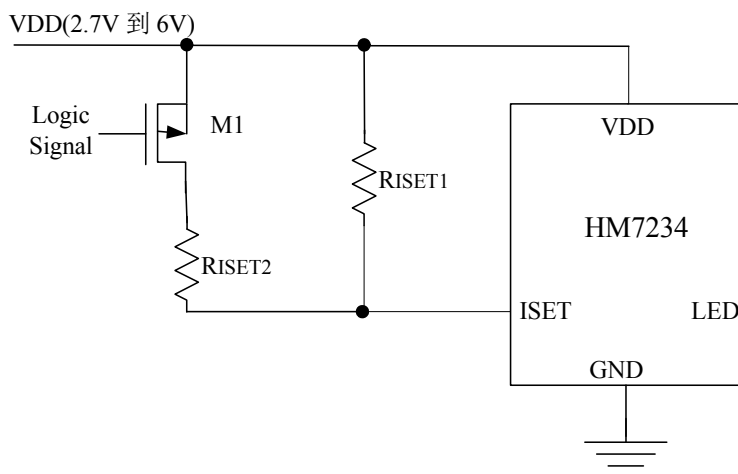

图6 用逻辑信号调整亮度
2. 用逻辑信号调整发光二极管的亮度（如图6所示）
如果只需要分几个档次来调整发光二极管的电流，可以用逻辑信号来实现，图6示出了分两个档次来调整发光二极管的电流的电路。 R_{ISET1} 设置了流经LED管脚的最小电流（当P沟道场效应晶体管关断时，即逻辑信号为高电平的情况）。 R_{ISET2} 设置了流经LED管脚的电流的增加量（逻辑信号为低电平）。